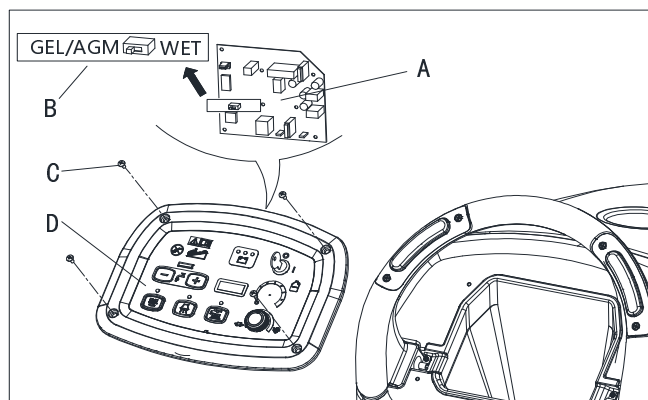

Figura 4
4. Scoateți șuruburile de pe panoul de comandă (C, Figura 4), apoi deschideți placa de circuite imprimat (A Figura 4) ca să găsiți comutatorul DIP (B, Figura 4) pentru a seta tipul bateriei (WET sau GEL/AGM).